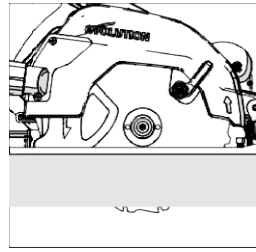

Рис. 12
- В большинстве случаев глубину резки следует устанавливать равной толщине разрезаемого материала плюс половина высоты зуба пилы (от кончика зуба до основания зуба). (Рис. 12)
(13) РЕГУЛИРОВКА УГЛА (НАКЛОНА) РЕЗКИ